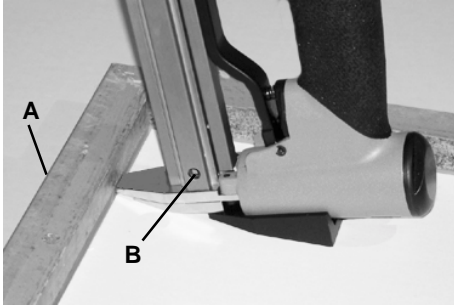

Figure 5
3. Placer le Patin de Stabilisation à plat sur le carton de fond et appuyer fermement le nez contre le cadre comme cela est indiqué en Figure 5.